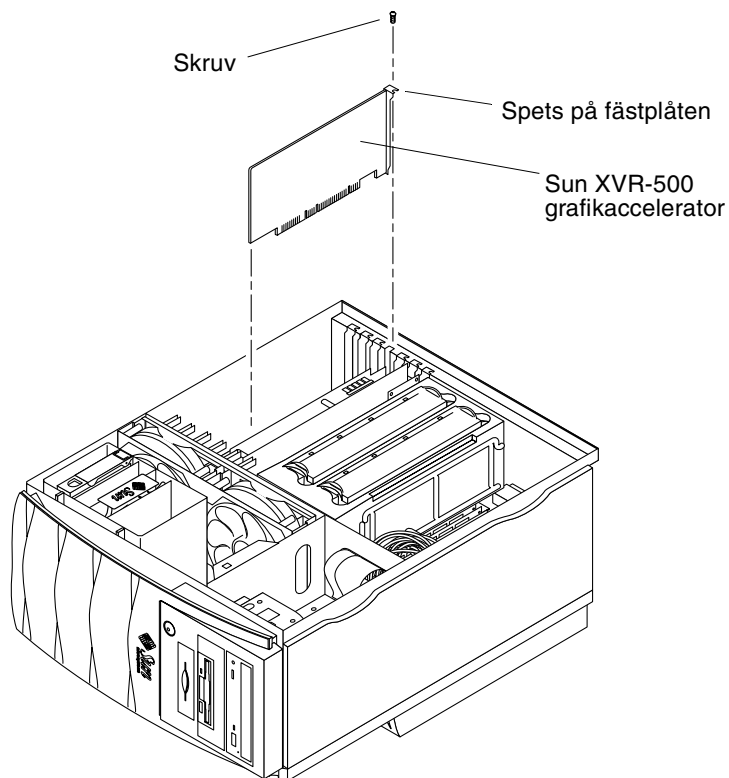

BILD 2-3 Installera Sun XVR-500 i Sun Blade 1000 eller 2000
3. Placera Sun XVR-500-kortet i chassit (BILD 2-3).